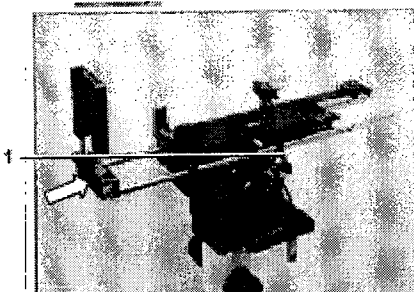

FIG. B-8: PLACE GRID
13. Deslice la corredera con la plantilla y apriete las perillas (Fig. B-8, punto 1).